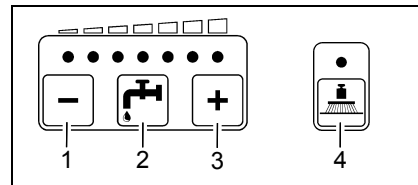

Abb. 22
- Wassermenge reduzieren (Abb. 22/1)
- Wassermenge erhöhen (Abb. 22/3)
- Wasser ein/aus (Abb. 22/2)
- Bürstenandruck erhöhen (Abb. 22/4)